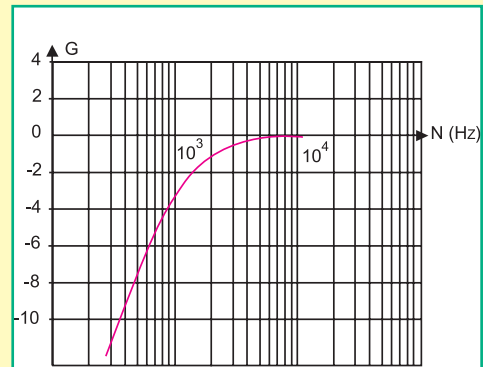

Fig. 2
- 3°) Pour  $U_{Em} = 2\text{V}$ , on fait varier la fréquence  $N$  de la tension d'entrée et on note la valeur  $U_{Sm}$  de la tension de sortie. Par exploitation du tableau de valeurs, on trace la courbe de réponse en gain du filtre, donnée par la figure 2.